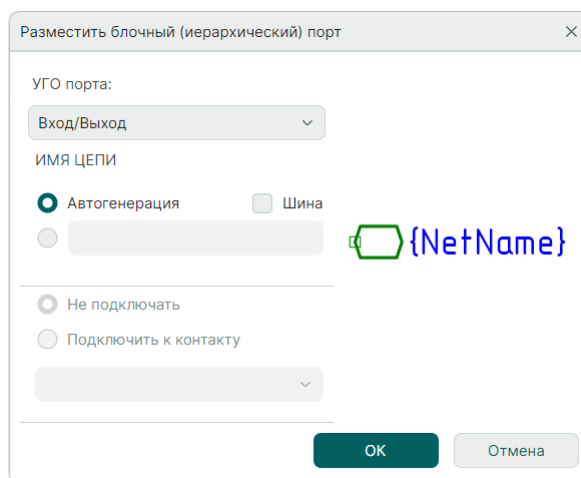

Рис. 280 Окно «Разместить блочный (иерархический) порт»
2. Установите настройки размещаемого блочного порта в окне «Разместить блочный (иерархический) порт», см. Рис. 280.